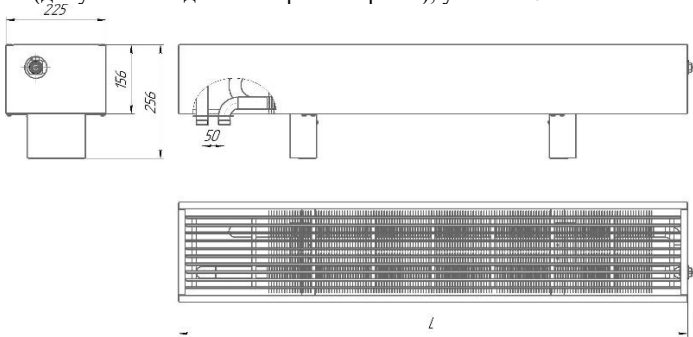

Рис. 1 – Конвектор TEPLA Neo Expro 156(B)x225(Г).
- 1.3. Конвекторы выпускаются в концевом или проходном исполнении, с патрубками для подвода теплоносителя, расположенными с правой или левой стороны прибора, концы присоединительных патрубков гладкие (под сварку) или с раструбами с резьбой наружной G 3/4" (НР ¾) или с резьбой внутренней G 1/2" (ВР ½), габаритные и присоединительные размеры указаны в рис. 1.